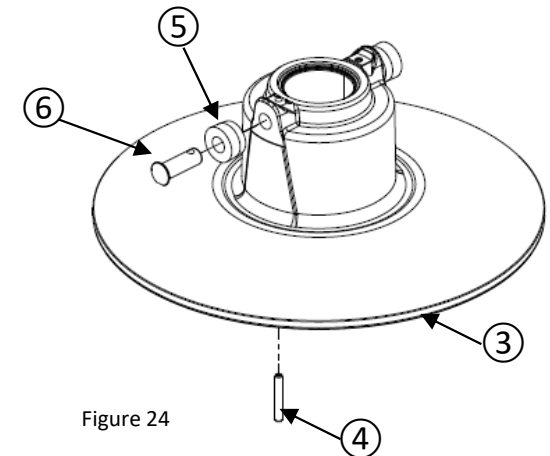

Figure 24
- Retirez les 2 rouleaux ⑤ et les 2 tiges de rouleaux ⑥ du flasque coulissant ③ (figure 24).